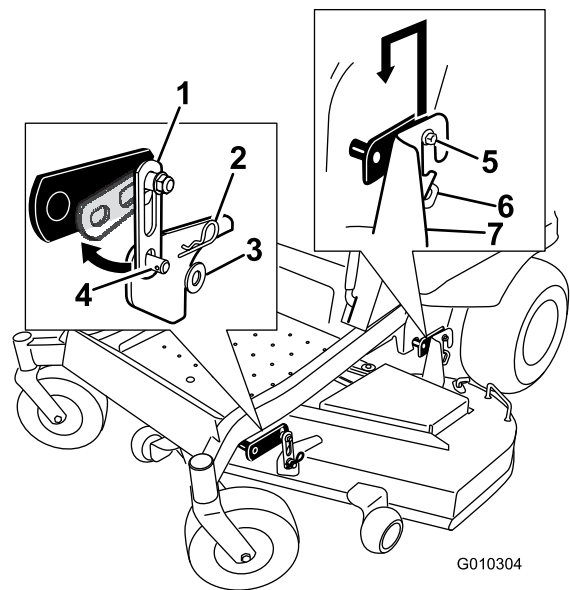

Figura 68
2. Rimuovete la bulloneria dai supporti di sospensione anteriori del piatto di taglio su entrambi i lati del piatto (Figura 68).
3. Sollevate con cautela il piatto di taglio sganciandolo dai bulloni di sospensione posteriori e abbassate la parte anteriore del piatto fino al suolo (Figura 68).
5. Alzate la parte posteriore del piatto di taglio e guidate le staffe di sospensione sui bulloni di sospensione posteriori (Figura 68).
6. Agganciate il supporto anteriore presente sul piatto di taglio ai supporti di sospensione anteriori e fissatele con una rondella e una coppiglia (Figura 68).